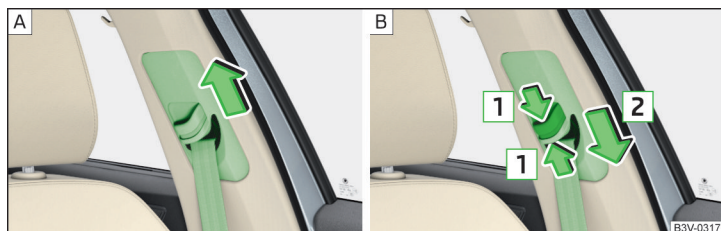

Fig. 5 Ajuste en altura del cinturón para los asientos delanteros
- Desplazar la guía **hacia arriba** en sentido de la flecha » fig. 5 - A.
- **O bien:** Comprimir el seguro en el sentido de la flecha **1** y deslizar la guía **hacia abajo** en el sentido de la flecha **2** » fig. 5 - B.